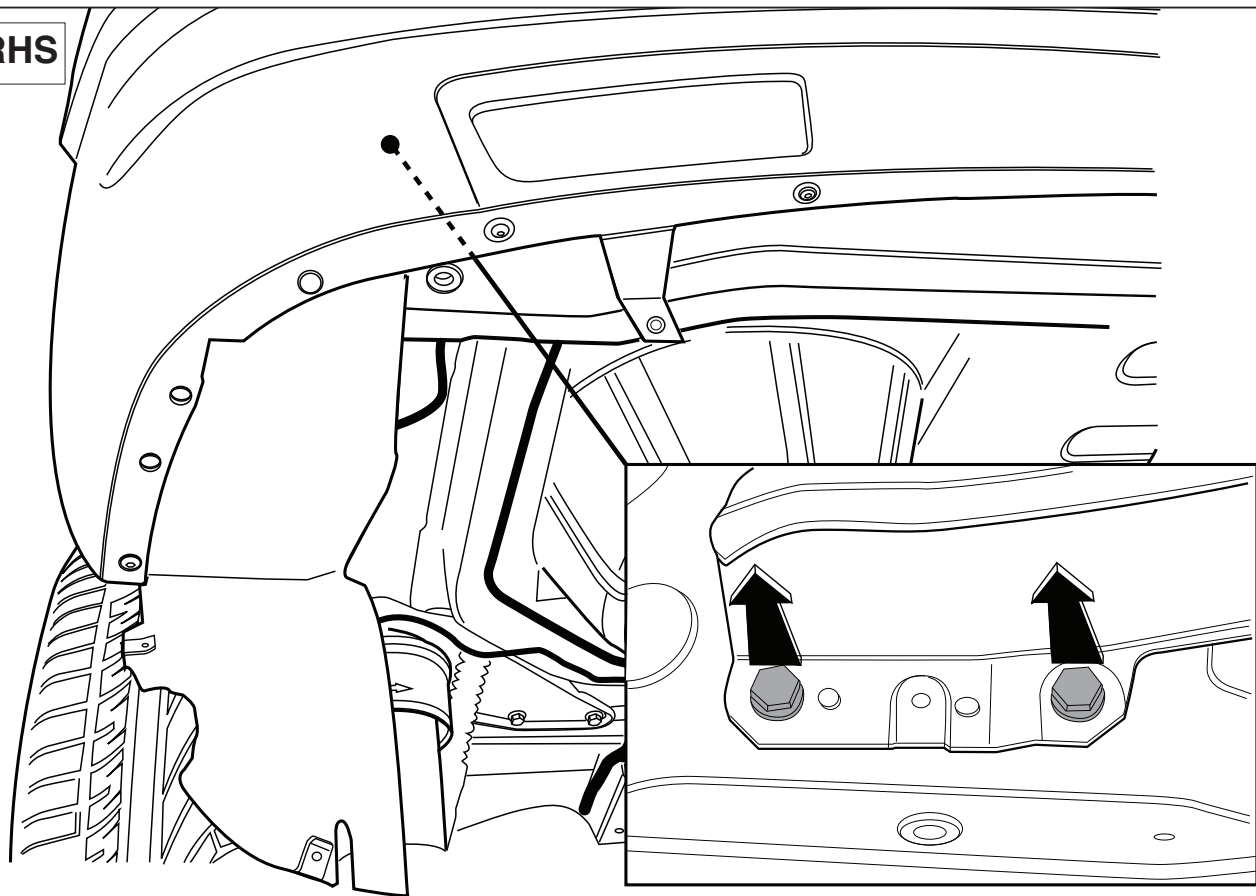

Fig.2
- Удалить болты, как указано на рис. 2. Эти детали больше не понадобятся.